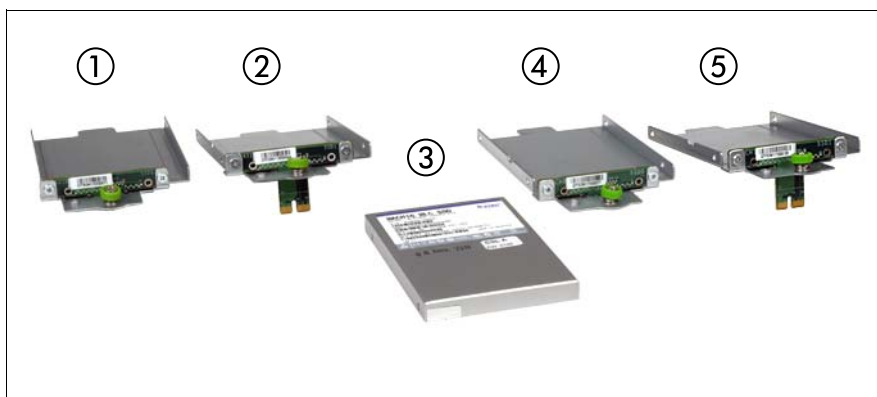

図 15: PRIMERGY BX924 S4 サーバブレード用の SAS および PCH ディスク取り付けキット
- SAS ディスク取り付けキット (図 15 の位置 #1-2 を参照)
- PCH (SATA) ディスク取り付けキット (図 15 の位置 #4-5 を参照)
下の図に、HDD/SSD モジュール (図 15 の位置 #3) と共に使用する両方の種類のキットを示します。